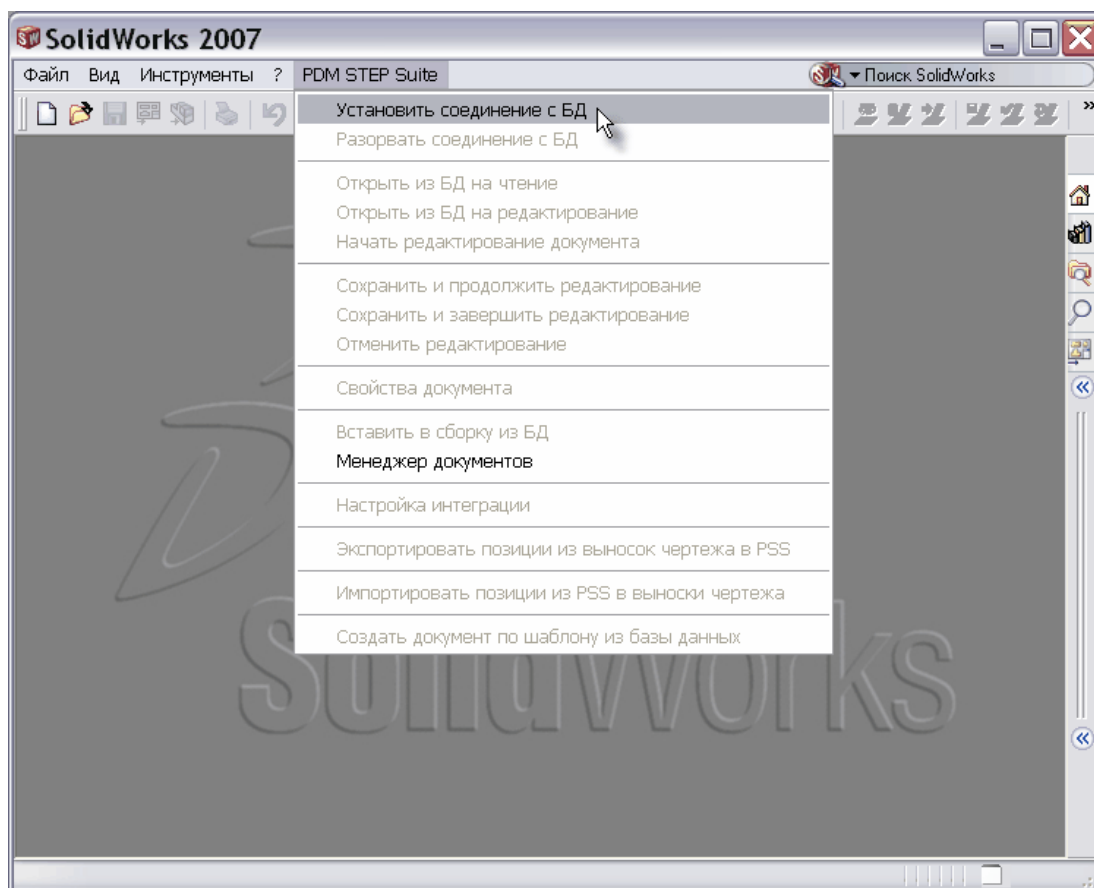

Рис. 4
5. В окне **Добавления** нажмите на кнопку **Ok**. После этого в окне SolidWorks появится меню **PDM STEP Suite** с раскрывающимся списком команд (Рис. 4) и панель инструментов PSS. Подробное описание инструментов смотрите в разделе 6 «Панель и меню модуля интеграции PSS – SolidWorks».
1. В меню **PDM STEP Suite** выберите команду **Установить соединение с БД** (Рис. 4) или на панели инструментов PSS нажмите на кнопку **Установить соединение с БД** .